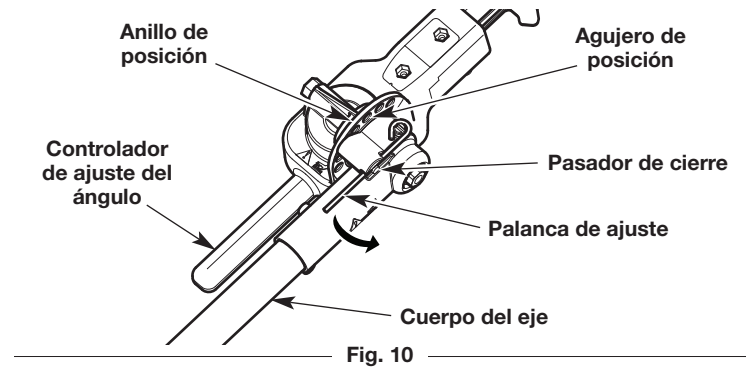

Fig. 10
1. Sostenga el controlador de ajuste del ángulo (Fig. 10) con la mano izquierda. Sostenga el cuerpo del eje (Fig. 10) con la mano derecha.
2. Con el dedo pulgar derecho, empuje la palanca de ajuste (Fig. 10) lejos del anillo de posición para desmontar el pasador de cierre (Fig. 10).
4. Alinee el pasador de cierre con el agujero deseado en el anillo de posición (Fig. 10).